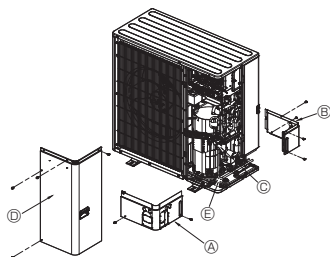

Fig. 4-3
4.3. Rury czynnika chłodniczego (Fig. 4-3)